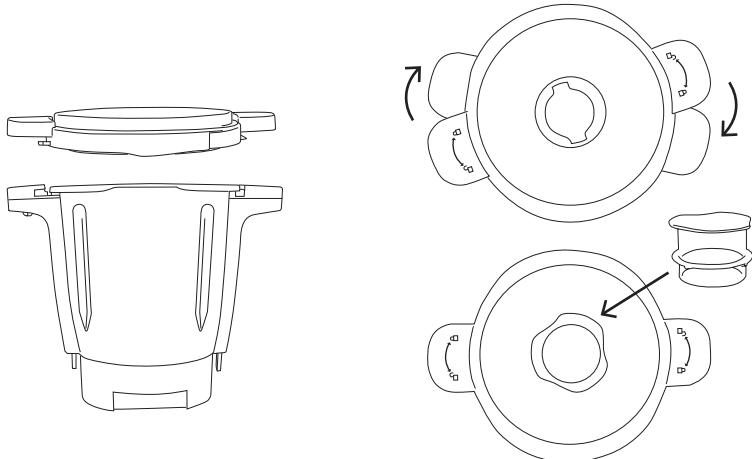

Fig.6
- Colocar la jarra montada sobre la base del aparato. La marca inferior del recipiente debe alinearse con la marca de la unidad central (Fig. 6). Se escuchará un clic cuando el recipiente esté correctamente encajado en la base del aparato.
- Finalmente, coloque el vaso medidor (A) sobre la tapa.